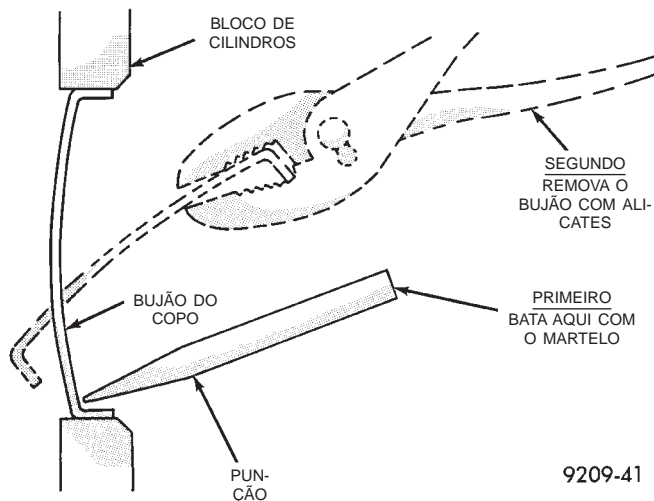

Fig. 60 Remoção do Bujão do Orifício
(1) Usando uma ferramenta embotada, tal como um mandril ou uma chave de fenda e um martelo, bata na extremidade inferior do bujão da capa (Fig. 60).
(2) Com o bujão de capa virado, agarre firmemente com alicates ou com outra ferramenta adequada e remova-o (Fig. 60).